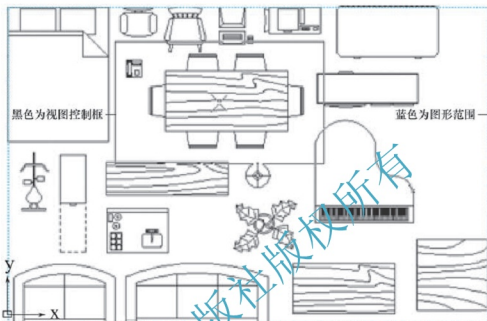

图 1.22 动态缩放的显示
(1) 在命令行输入“Z”后按 Enter 键,在 **ZOOM [全部(A)中心(C)动态(D)范围(E)上一个(P)比例(S)窗口(W)对象(O)]<实时>**:提示下输入“D”后,按 Enter 键,启动【动态缩放】命令,如图 1.22 所示,蓝色是图形范围所占的区域、黑色是视图控制框。在屏幕上移动光标,黑色的视图框会随着光标的移动而移动。